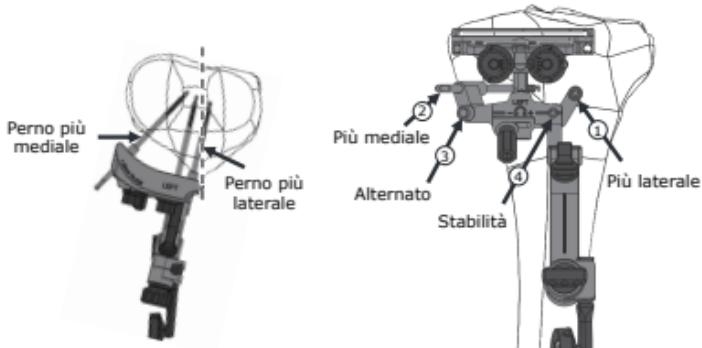

Figura 4: Fissaggio della guida di taglio e posizionamento dei perni
Per installare la guida di taglio tibiale regolabile, assicurarsi che tutte le manopole siano impostate sulla posizione 0 per consentire la massima capacità di regolazione. La fessura di taglio deve essere allineata con la resezione prevista. Installare la base di fissaggio tibiale con il perno più laterale in corrispondenza o medialmente rispetto al tubercolo tibiale, come mostrato nella Figura 4. Facoltativamente, i seguenti strumenti di allineamento manuale sono compatibili per l'uso con la guida di taglio tibiale regolabile. Fare riferimento alla guida alla tecnica chirurgica associata per le istruzioni per l'uso.
Una volta stabilito l'allineamento, verificare che le posizioni dei perni rientrino nell'incisione. Posizionare la guida del perno più laterale della base di fissaggio sul tubercolo tibiale mediale del tendine rotuleo sublussato e assicurarsi che la guida del perno più mediale della base di fissaggio si trovi all'interno della ferita. Posizionare prima il perno più laterale (1), seguito dal perno più mediale (2) come mostrato nella figura sopra, assicurando un adeguato appoggio nell'osso. Per i pazienti di statura minuta, è possibile un posizionamento alternativo del perno mediale (3), come mostrato nella Figura 4. Se si desidera ulteriore stabilità, è possibile posizionare un terzo perno (4).